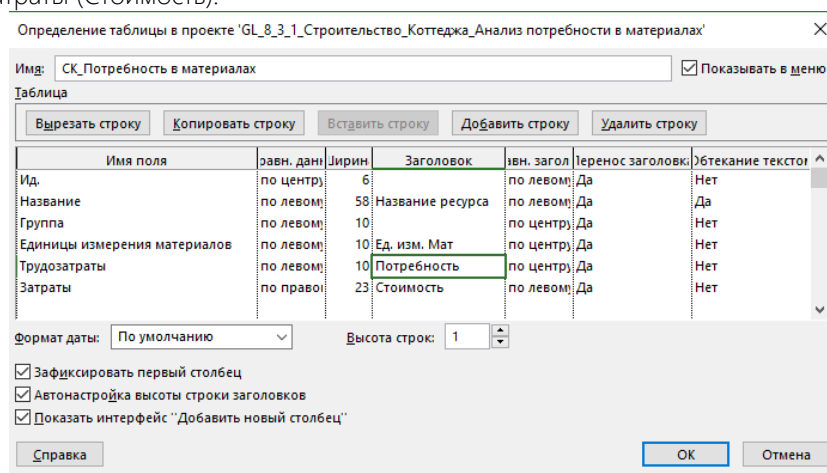

Рисунок 8.65 – Таблица для отображения потребности в материалах
2. Создаем новую таблицу «СК_Потребность в материалах» с полями (см. рисунок 8.65):